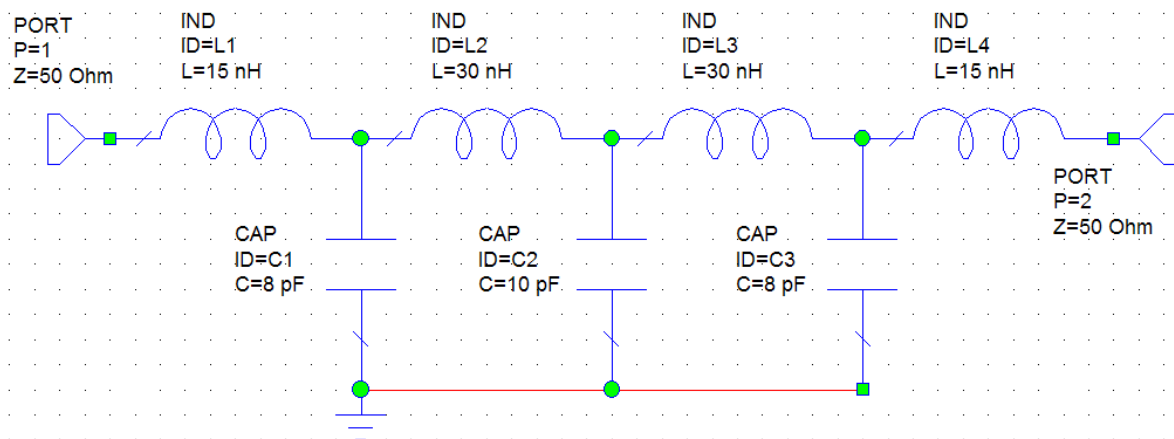

Рис. 1.3. Схема ФНЧ
5.1.3. В рабочем окне программы собрать схему исследования ФНЧ (см. рис. 1.3).
Для изменения параметров элементов необходимо дважды кликнуть на индуктивности L_1 в окне схемы. Откроется диалоговое окно. В окне индуктивности ввести величину 15 и нажать «OK». Отредактировать номиналы всех элементов в соответствии со схемой (рис. 1.3).